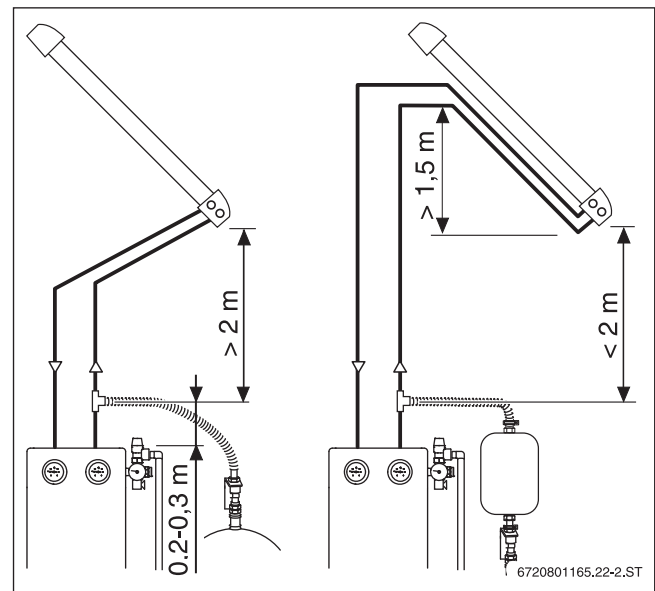

Bild 152 Abstand zum Kollektorfeld (SKR)
- ▶ Wenn die Mindestrohrleitungslänge oder der Mindesthöhenabstand **nicht** eingehalten werden kann: Am Kollektorfeld mit Vorlauf und Rücklauf einen „Leitungssack“ von mindestens 1,5 m Höhe bilden ($\rightarrow$ Bild 152).